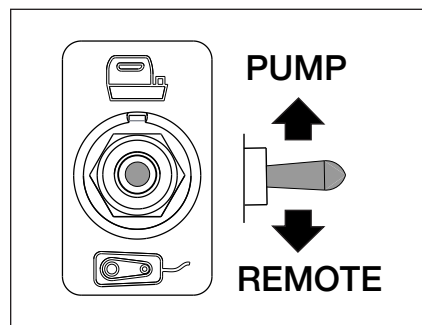

Figura 9, Interruptor de bomba/botonera
8.3 Interruptor remoto/bomba (véase Figura 9)